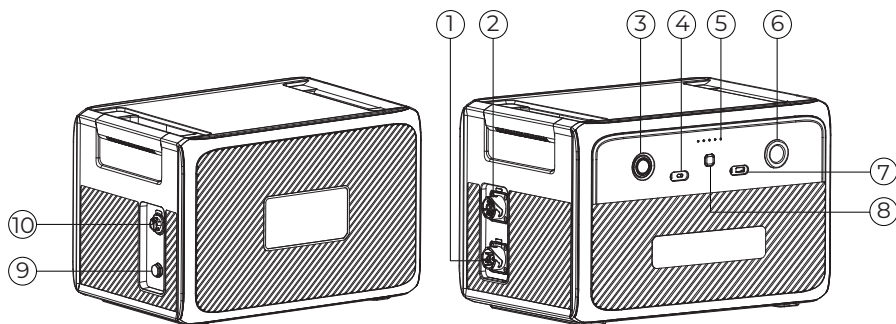

図3-1 B210ポートとボタン
③	主電源ボタン 電源オン/オフ。B210がオフの場合、すべての機能がオフになります。
④	USB-C（PD3.0、100W）出力ポート USB PD3.0規格に準拠し、TYPE-Cポートをサポートするデバイスに電力を供給します。
⑤	電力量インジケータ / 故障インジケータ B210には5個のLEDインジケータがあります。左から右へ、それぞれ20%、40%、60%、80%、100%のSOC（充電状態）を表します。 故障インジケータは「表 10-1 故障コード」を参照してください。
⑥	12V/10A シガーライター出力ソケット 12V の車用冷蔵庫、ケトルなどに電力を供給します。
⑦	USB-A(QC3.0) 出力ポート USB QC3.0 規格に準拠し、USB-A ポートをサポートする機器に電力を供給します。
⑧	DC 入力ボタン B210 の DC 電源出力をオンまたはオフにします
⑨	安全弁
⑩	DC 充電ポート ソーラーパネルを通じて B210 を充電すると同時に、T500 /T500S を接続して B210 を充電したり、自動車や鉛蓄電池の充電にも使用できます。
電源主ボタン(図 3-1 ③) を 2 秒以上長押しして電源をオン/オフすると、電源インジケータが点灯または消灯します。
B210 の電源をオフにした場合 DC 充電ポート (図 3-1 ⑨) が接続されると、B210 は充電のために自動的に電源がオンになります。ソーラー発電に接続されており、常に B210 に接続されている場合、天気が良く、ソーラー発電の電力が十分にある場合、デバイスは自動的に起動して充電します。この機能が不要な場合は、フル充電後PV 充電を引き出すことをお勧めします。
電源がオンの状態で、主電源ボタン (図 3-1 ③) を押し、5 秒後にオフし、もう一度主電源ボタンを押して電源をオンにします。
・PV 降圧ボックスの入力電圧範囲は 60V ～ 145V で、外観は下図のとおりです。端子 A は太陽電池パックに接続され、端子 B は B210 DC 充電ポートに接続されます (図 3-1 ⑨)。
(2)連結にはバッテリー接続ケーブル(B210標準付属品)を使用します。次の図に示すように、その一端はAC240 拡張バッテリーパックポート(図3-1の)に接続され、もう一端はB210 拡張バッテリーに接続されます。